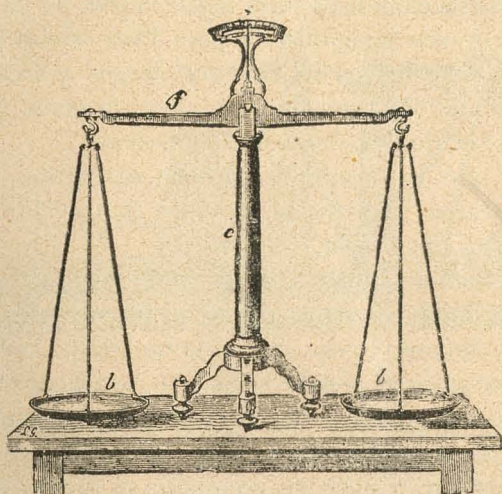

Fig. 14.—La balanza ordinaria.
2. **Balanza ordinaria.**—Una balanza ordinaria (fig. 14) se compone de una palanca recta  $f$  de primer género, llamada *fiel*, cuyos brazos iguales en peso y longitud, sostienen en sus extremidades dos platillos  $b$  y  $b'$  iguales en peso.